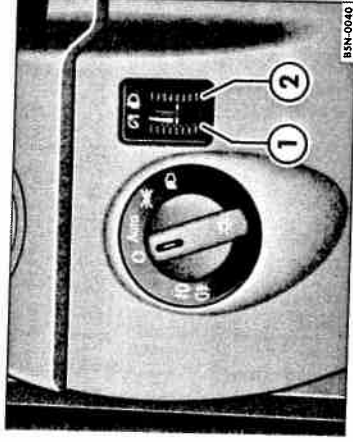

Fig. 40 Imagine din tabloul de bord: Regulator pentru iluminarea instrumentelor / comutatoarelor ① și reglarea farurilor ②.
Când luminile autovehiculului sunt aprinse (nu lumina de deplasare), intensitatea luminii instrumentelor și comutatoarelor se poate regla prin rotirea regulatorului ⇒ fig. 40 ①.